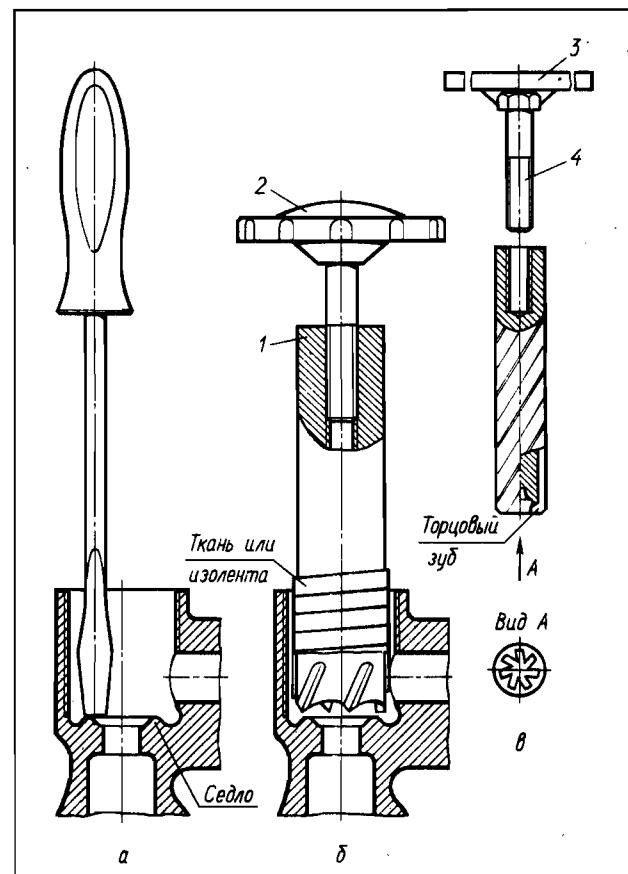

Рис. 19. Методы устранения радиальной канавки в седле боковины смесителя пробкового типа или на седле корпуса смесителя другого типа
Перекройте поступление воды к той боковине, у которой возможна канавка в седле. Несколько вывинтив маховик, выкручивайте вентильную головку. Канавку в седле можно определить несколькими способами. Самый простой — ногтем мизинца. Но если канавка глубиной около 0,1 мм, то таким путем ее ощутить нельзя. При хорошем рассеянном освещении канавка на седле видна. Для фокусировки освещения можно использовать зеркало. Для перепроверки наличия канавки используйте отвертку. Просуньте ее так, чтобы она расположилась по радиусу отверстия для входа воды. Проведите лопаткой отвертки по седлу. Канавка сразу ощутится. Если глубина канавки не более 0,3 мм, то есть временный выход. Лопаткой отвертки соскребите острые края канавки (рис. 19, а). В клапан вставьте прокладку из нетвердой резины толщиной в 4—6 мм. Вкрутите вентильную головку в боковину. Откройте вентиль и при пользовании более туго заворачивайте маховик.
2. Если нет боковины с целым седлом, применяйте второй метод. Он заключается в строгании вершины седла до тех пор, пока не будет уничтожена канавка и вместо округлой вершины седла не останется плоское кольцо. Иногда канавка слишком глубока и приходится сострагивать седло полностью. Прокладка в клапане тогда вместо кольцевого выступа будет упираться в плоскость с отверстием посередине. Строгать удобнее всего концевой фрезой 1 диаметром 16 мм (рис. 19, б). Ее можно купить в магазинах «Инструмент». Используйте торцовую часть фрезы, а боковые острые кромки на образующей фрезы обмотайте тканью или изолентой, чтобы они не повредили резьбы на боковине.